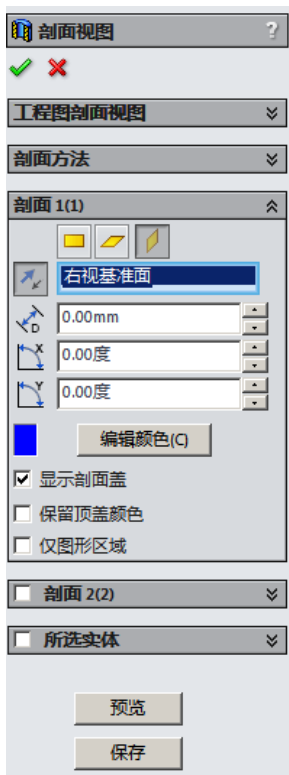
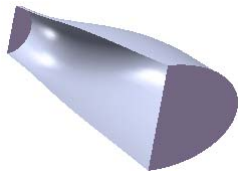
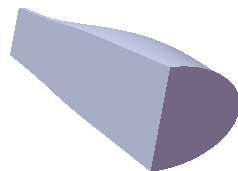

图 5.9.2 “剖面视图”对话框
图 5.9.3 定义参考剖面
图 5.9.5 定义参考剖面
单击  **剖面视图(V)** 命令，系统弹出图 5.9.2 所示的“剖面视图”对话框；在“剖面视图”对话框的 **剖面 1** 区域中单击  按钮，以右视基准面作为剖面，此时可看到在绘图区中显示的特征为曲面（图 5.9.3），单击  按钮，关闭“剖面视图”对话框。
Step7. 用剖面视图查看零件模型为实体。选择下拉菜单 **视图(V)** → **显示(D)** →  **剖面视图(V)** 命令，系统弹出图 5.9.2 所示的“剖面视图”对话框；在“剖面视图”对话框的 **剖面 1** 区域中单击  按钮，以右视基准面作为剖面，此时可看到在绘图区中显示的特征为实体曲面（图 5.9.5），单击  按钮，关闭“剖面视图”对话框。